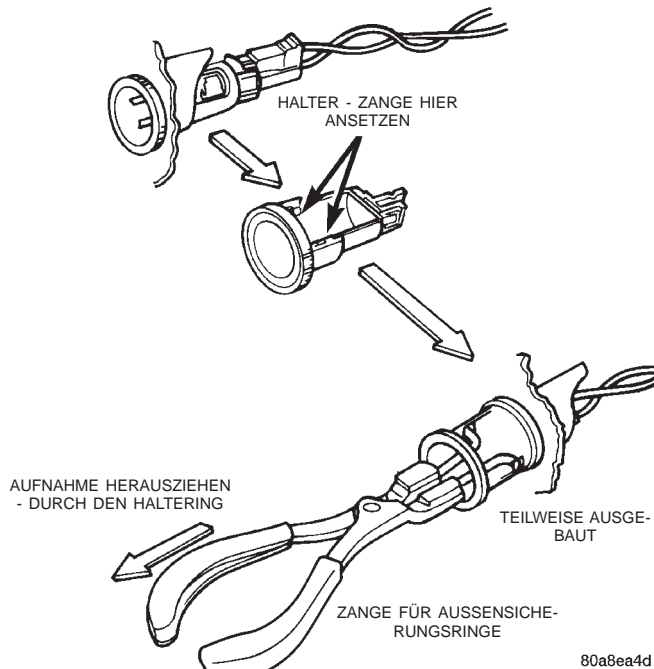
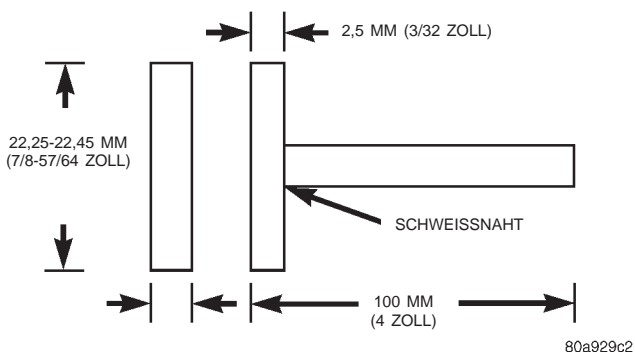

Abb. 9 Steckdose ausbauen
Abb. 10 Werkzeug zum Ausbau der Steckdose
(2) Lage der Halter notieren (Abb. 9).
(3) Zange für Außensicherungsringe, die um 90 Grad abgewinkelte Spitzen aufweist, an den Haltern ansetzen. Zange zusammendrücken und Halter aus der Aufnahme drücken.
(4) Aufnahme durch den Leuchtring herausziehen. Hierbei die Zange leicht hin- und herbewegen. (Abb. 10) zeigt ein Ausbauwerkzeug, das zu diesem Zweck selbst hergestellt werden kann.
(5) Kabel von der Aufnahme abklemmen.
(6) Aufnahme ablegen und Haltering abbauen.